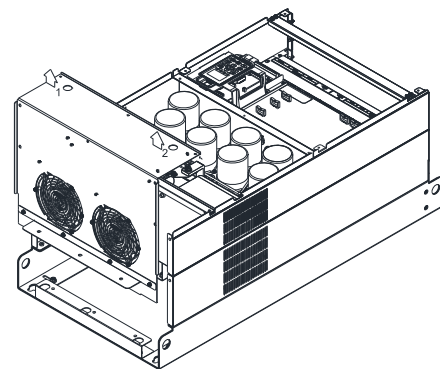

图 4
5. 用双手食指勾护线孔 (1~2) 上提, 取下风扇组 (如图 4 所示)